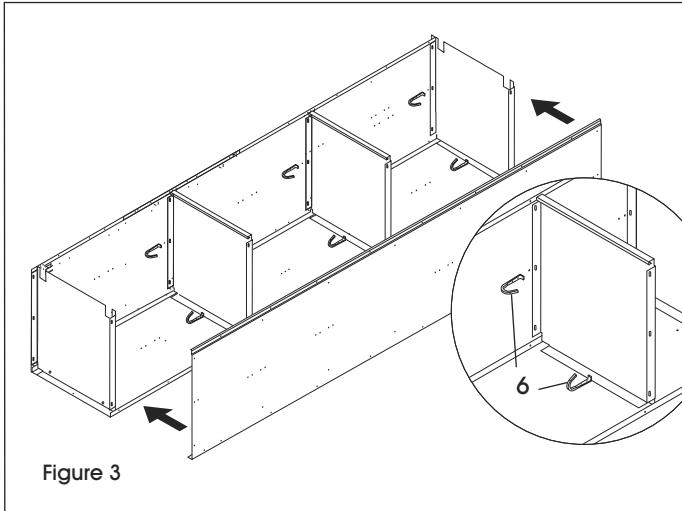

Figure 3
4. Boulonnez le panneau latéral droit au panneau arrière de façon à ce que la bride latérale s'ajuste autour de la partie arrière. Fixez le panneau latéral aux tablettes. (Voir Figure 3)
5. Installez les patères (6) aux panneaux gauche, droit et arrière. (Voir Figure 3)